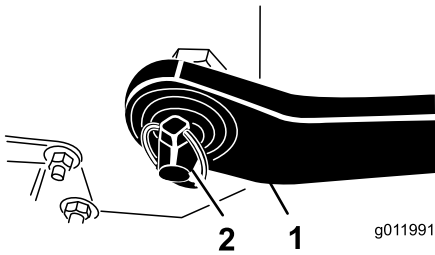

Figure 4
4. Insérez les bras d'attelage inférieurs droit et gauche sur les goupilles d'attelage (Figure 4).
5. Fixez les bras d'attelage inférieurs aux goupilles d'attelage de l'aérateur avec des goupilles à anneau (Figure 4).